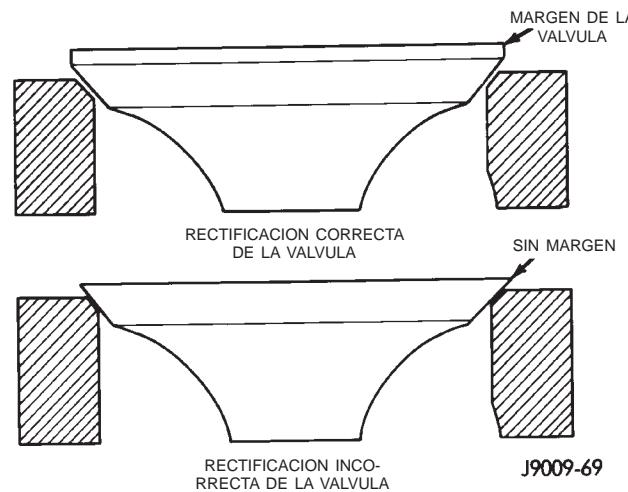

Fig. 61 Margen de rectificación de la válvula
(1) Con una rectificadora, rectifique el ángulo de las válvulas de admisión y escape según las especificaciones.
(2) Despues de la rectificación, debe quedar un margen mínimo de 0,787 mm (0,031 pulg.) (Fig. 61). Si el margen es inferior a 0,787 mm (0,031 pulg.), la válvula debe reemplazarse.